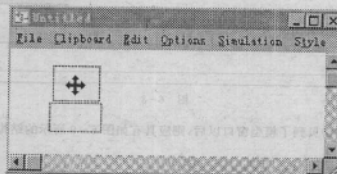

图 6-6
(3) 一直按下鼠标并推动 Signal Generator 模块到模型窗口(叫作 Untitled)。这时移动模块, 你就会发现模块的轮廓和它的名字随着鼠标一起移动(图 6-6)。